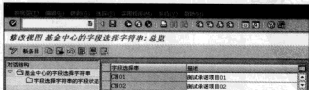

图 5-169 “修改视图基金中心的字段选择字符串: 总览”界面
STEP 1 在命令栏输入 SPRO 命令, 通过菜单选择“行政机构管理→资金管理部门→主数据→编辑字段选择→编辑字段选择串→为基金中心编辑选定字段行”选项, 弹出“修改视图基金中心的字段选择字符串: 总览”界面, 如图 5-169 所示。